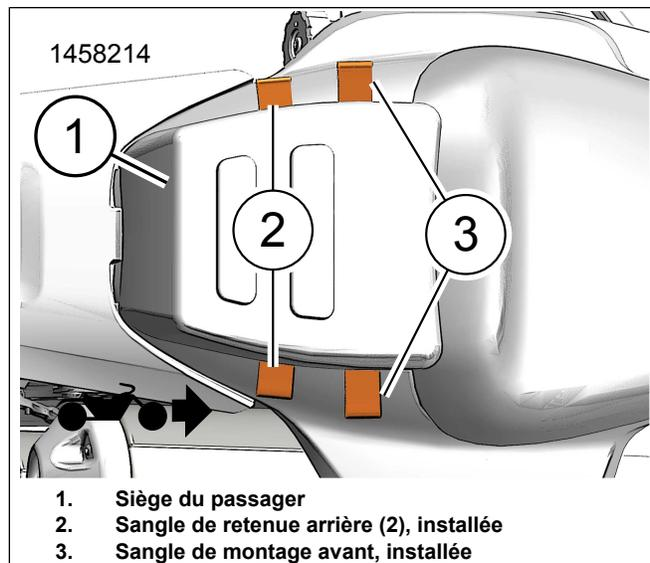

Figure 3. Sangles de sac arrière et installation du siège du passager
3. Figure 3 Installer le siège du passager (1). Consulter le manuel d'entretien.